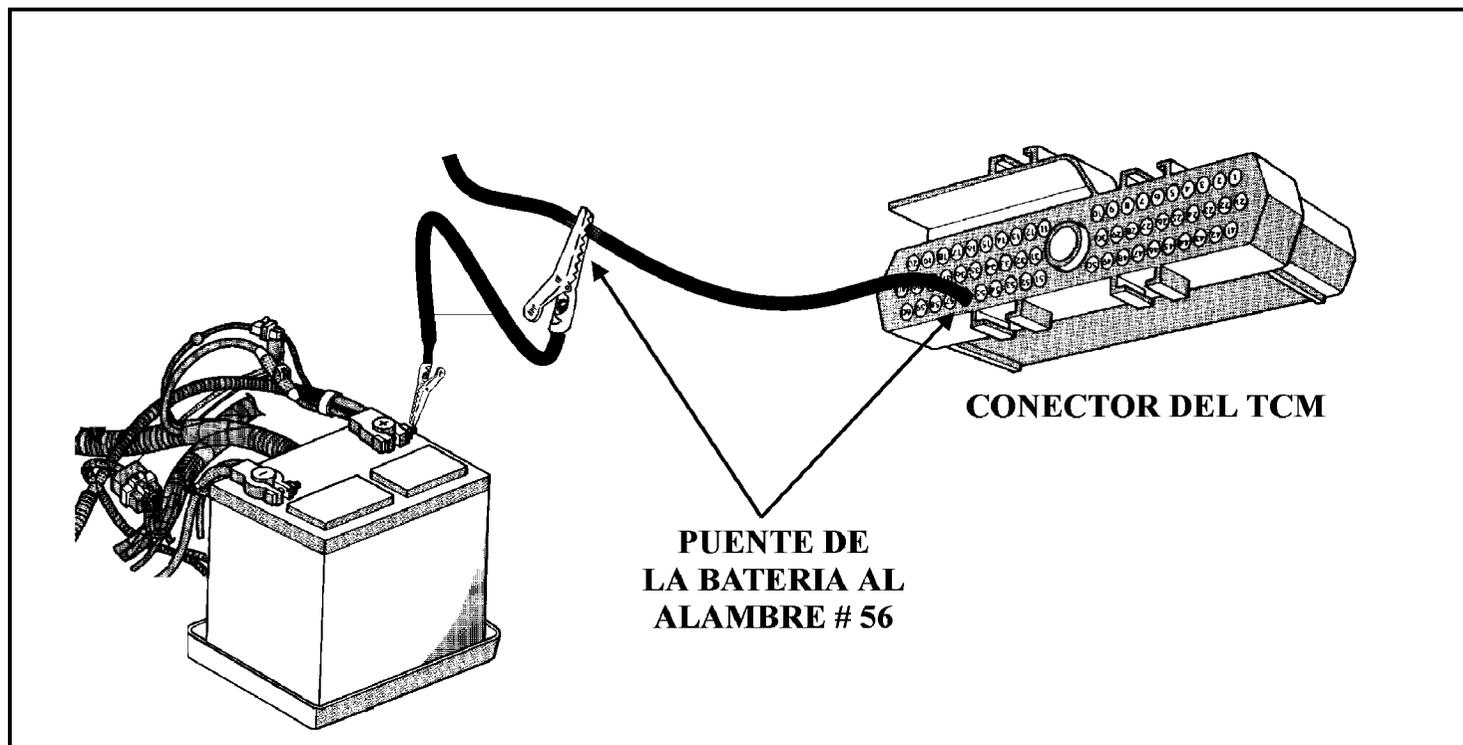

Figura 14
- CORRECCIÓN:** Primero cambie el relé EATX por uno que se sabe esta bueno (Vea las paginas 8 -10 para la localización del relé). Si el problema continua, una manera rapida de saber si hay un fusible o un alambre fusible malo es localizar el alambre que va al terminal 56 del TCM. Ahora con cuidado corra un puente desde el terminal positivo de la bateria al alambre que va al terminal #56 ( Vea la figura 14 ). Una ves conectado el puente, si todos los síntomas desaparecen, el problema es que hay un fusible o un alambre fusible malo. Para asistir en localizar el alambre fusible defectuoso, los alambres fusible tienen una clave de color y están localizados detrás y debajo del plato de la batería en el lado del chofer cerca de la torre del amortiguador (Vea la figura 8). Las figuras 9 y 10 le muestran una carta para la identificación por color y modelo de vehiculo de los alambre fusible.